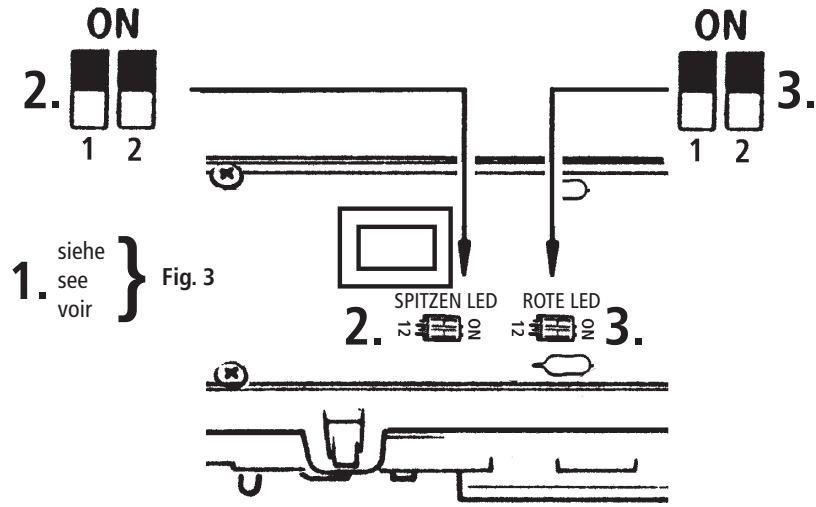

Fig. 6
**Mehrzugbetrieb:** Zuerst Lokgehäuse abnehmen (Fig. 3). Danach den Brückenstecker aus der Schnittstelle entfernen (diesen sorgsam aufbewahren). Danach den Stecker des Steuerbausteins lagerichtig einsetzen (siehe Fig. 6).
Finally put the plug of the chip into the interface as shown in fig. 6.
Enlevez la fiche de shuntage de l'interface (à conserver!) et enfichez finalement la fiche du module de télécommande aux prises de l'interface. Veuillez à la position correcte de la fiche (voir fig. 6).